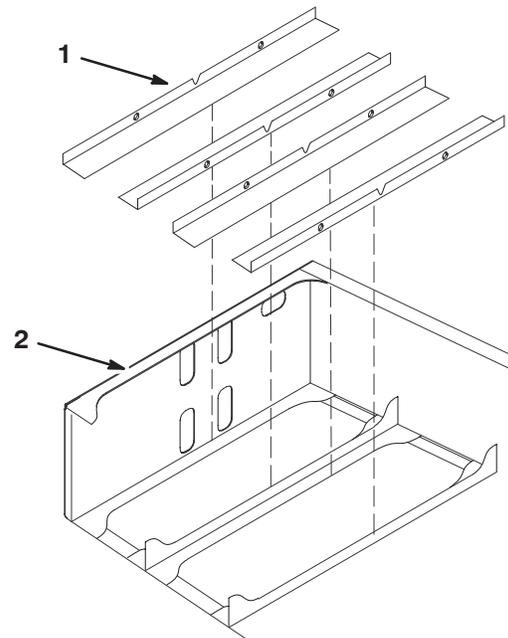

Figura 8
2. Montate i supporti del vassoio delle batterie all'interno del telaio posteriore, come illustra la Figura 8.